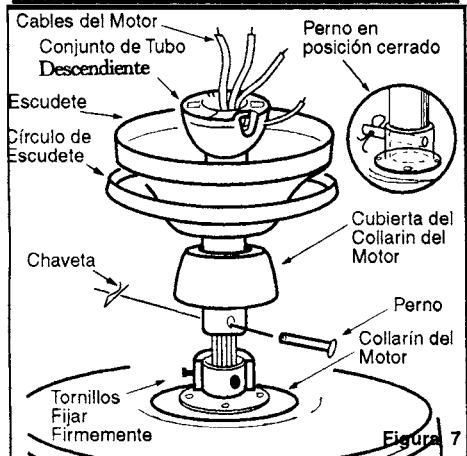

Figura 7
7. Apretar firmemente los 2 tornillos de seguridad de la parte superior del motor (Figura 7)